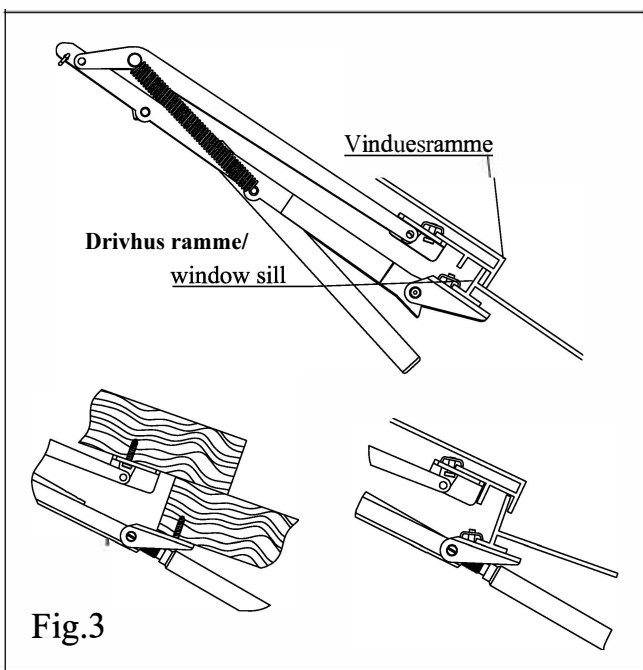

Fig.3
3. Vælg de skruehuller der passer bedst på rammebeslag (9) og monter løst klemmebeslag (11) på denne. Vær opmærksom på at den øverste kant på rammebeslag (9) er så tæt som muligt på vinduesrammen, højdemæssigt. Se fig. 3